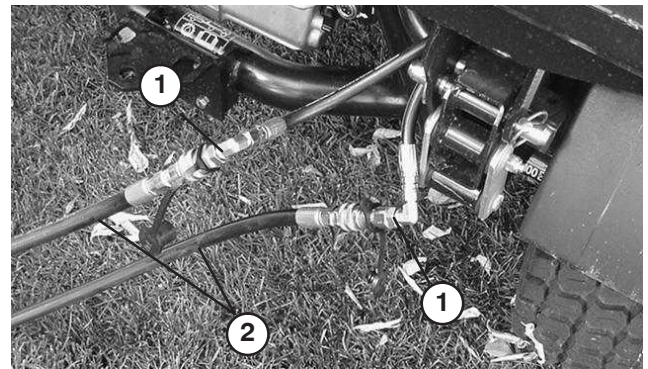

Figure 74
- Sur le véhicule en panne, raccordez les deux flexibles de secours aux flexibles débranchés (Fig. 74). Obtenez les deux raccords inutilisés.